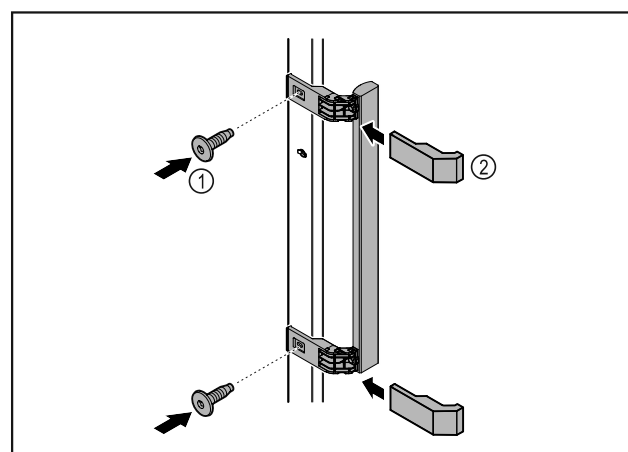

Fig. 44
- Montare sulla porta la maniglia contenuta nella confezione con le viti annesse Fig. 44 (1).
- Applicare la copertura Fig. 44 (2).